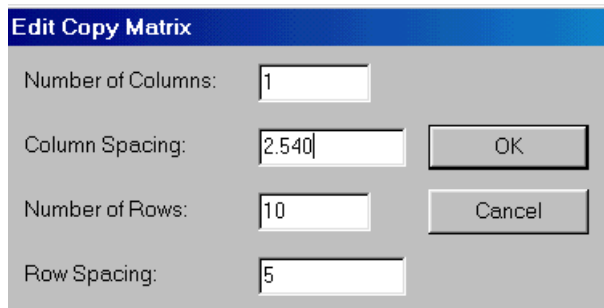

Рис. 4-6. Задание параметров массива
6) На появившейся панели **Edit Copy Matrix** (см. рис. 4-6) установите число столбцов (Number of Columns) равным 1; число строк (Number of Row) равным 10 и расстояние между строками (Row Spacing) – 5 мм. Расстояние между столбцами (Column Spacing) можно не менять.